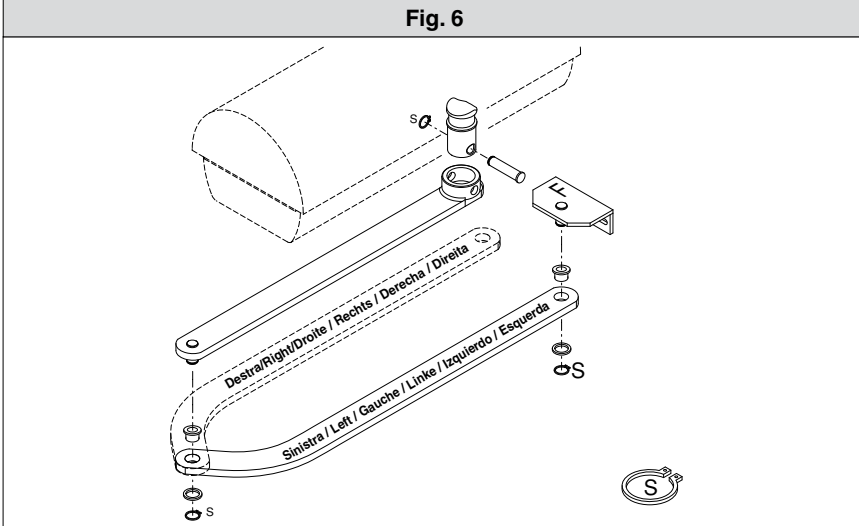

Fig. 7
- Introduza o quadro do braço no eixo de saída do motoredutor e fixe-o (fig.7).